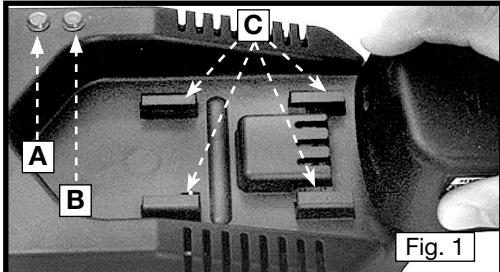
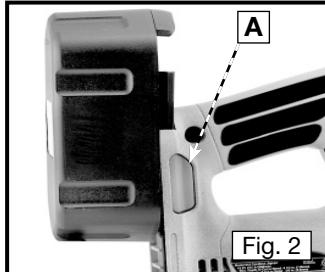

Fig. 1
Fig. 2
Asegúrese de que el voltaje del circuito eléctrico sea igual al indicado en la placa de especificaciones del cargador. Conecte el cargador a la fuente de electricidad. El indicador verde (A) Fig. 1, debe iluminarse intermitentemente. Esto indica que el cargador está listo para cargar.
Coloque el paquete de pilas en el cargador y alinee los rieles (C), Fig. 1, de dicho paquete con las cuatro lengüetas (A), Fig. 2, del cargador. Deslice la pila hacia delante sobre el cargador hasta que se detenga.
La luz verde (A) Fig. 1 debe comenzar a destellar rápidamente para indicar que el paquete de batería está recibiendo una "Carga Rápida" (si no destella la luz verde o si la luz roja (b) ilumina, vea "**DIAGNÓSTICOS**"). Después de aproximadamente una hora, el indicador de la "Carga Rápida" debe apagarse para indicar que el paquete de batería está completamente cargado y que el cargador le está dando una "Carga Lenta". Puede dejar el paquete de batería en "Carga Lenta" hasta que lo quiera usar.
Para quitar el paquete de batería, apriete la botón para soltar la batería (B) Fig. 2, y tire (jale) el paquete de batería de la herramienta.
Para instalar el paquete de batería, alinee los rieles (A), Fig. 2, del paquete de pilas con las ranuras de la herramienta y empuje el paquete de pilas sobre la herramienta hasta que quede fijo en la posición correcta.